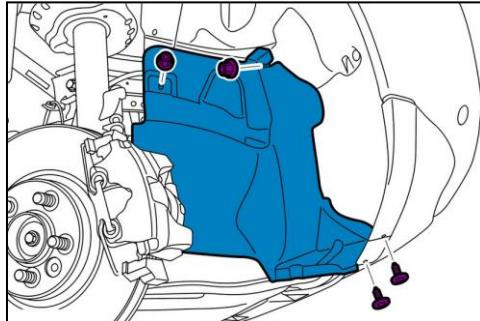
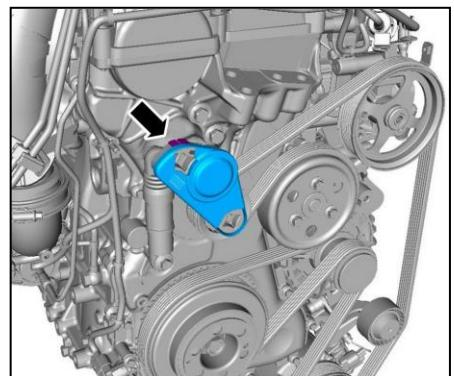

Fig 2
Fig 3
5. Remove the wheel well liner. See Fig 2.
6. Remove the tensioner cover. See Fig 3.
14. Reinstall the tensioner cover (Fig 3) and liner (Fig 2).
5. Retirer la protection de passage de roue. Voir Fig. 2.
6. Retirer le couvercle du tendeur. Voir Fig. 3.
14. Réinstaller le couvercle (Fig. 3) et la protection (Fig. 2) du tendeur.
5. Quite la ladera. Vea la Fig. 2.
6. Quite la cubierta del tensor. Vea la Fig. 3.
14. Vuelva a colocar la cubierta del tensor (Fig. 3) y el salpicadero (Fig. 2).